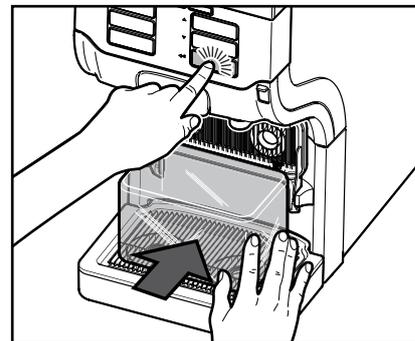

Abb. 47
5. Stellen Sie den Auffangbehälter unter die beiden Produktausläufe, und drücken Sie die Entertaste ← (Abb. 47).